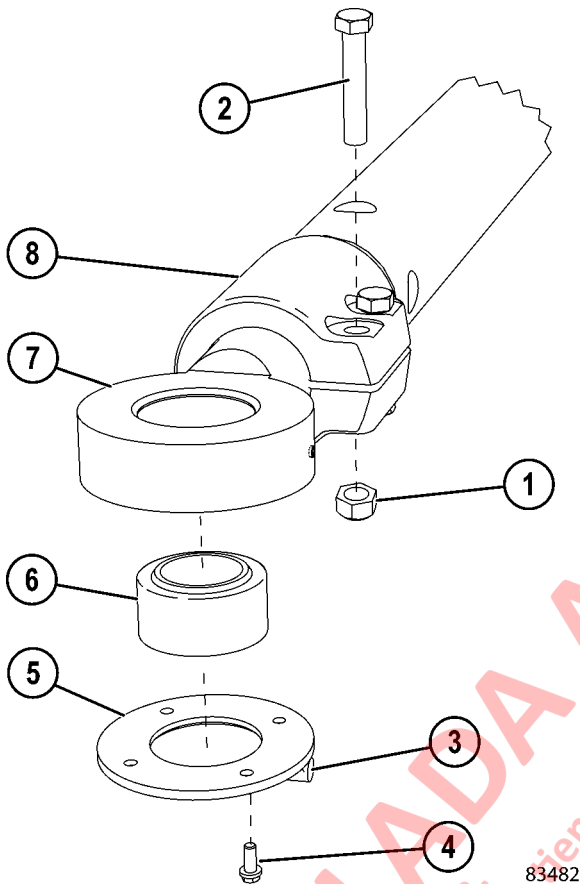
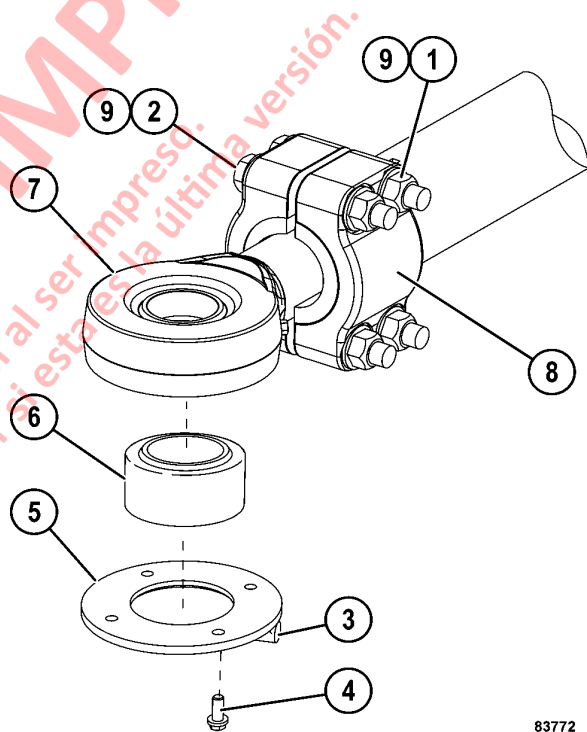

FIGURA 3-13.CONJUNTO DE LA BARRA DE DIRECCIÓN (ANTIGUO)
FIGURA 3-14.CONJUNTO DE LA BARRA DE DIRECCIÓN (NUEVO)
1. Retire los tornillos (4, Figura 3-13 o Figura 3-14) y el retén (5).
2. Empuje o presione el rodamiento (6) para sacarlo del extremo de la barra (7).
3. Retire las tuercas de seguridad (1) y los tornillos (2). Las abrazaderas nuevas de la barra de dirección también poseen dos arandelas planas (9, Figura 3-14) en cada tornillo.
4. Gire el extremo de la barra (7) para sacarla del tubo de la barra de dirección.
1. Instale el rodamiento (6, Figura 3-13 o Figura 3-14) en el extremo de la barra (7).
2. Instale el retén (5) con los tornillos (4) y apriételos al torque estándar. Asegúrese de que las almohadillas antigiro (3) del retén estén perpendiculares al eje del extremo de la barra. Esto evitará que el extremo de la barra se tuerza de lado a lado una vez que esté instalado en el camión.
3. Cubra las roscas del extremo de la barra (7) con grasa de chasis a base de litio (multipropósito, EP NLGI nro. 2).
4. Instale los extremos de la barra (7) en el tubo de la barra de dirección.
5. Lubrique las roscas y los asientos de los tornillos (2) con grasa de chasis a base de litio (multipropósito, EP NLGI nro. 2). Instale los tornillos (2) y tuercas de seguridad (1). Las abrazaderas nuevas de la barra de dirección también poseen dos arandelas planas (9, Figura 3-14) en cada tornillo. No será necesario realizar el torque final hasta que el conjunto de la barra se instale en el camión y se realice el ajuste de convergencia.